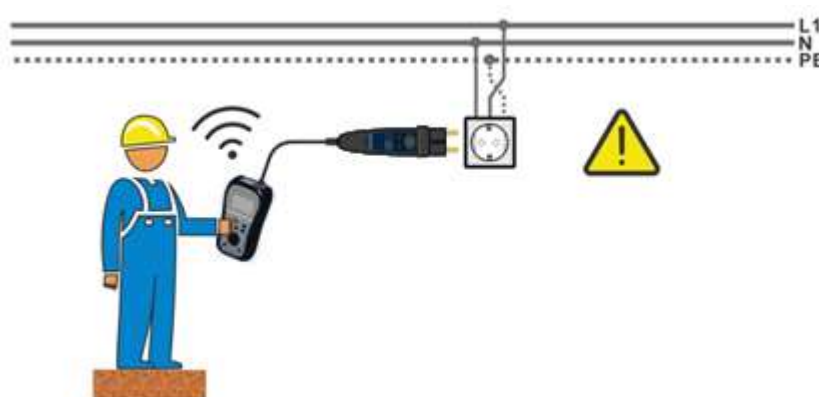
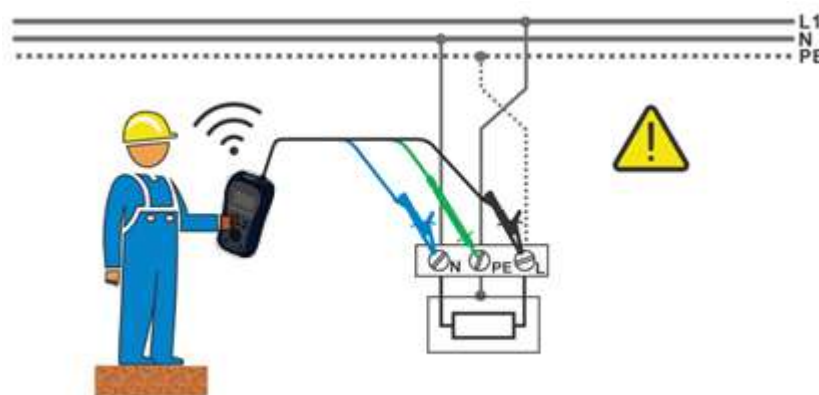

figura 0.10 Il conduttore Pe è invertito con L (applicazione con il Lead Test)
figura 0.11: Il conduttore Pe è invertito con L (applicazione con 3 fili)
- ❑ **Collegare** puntali al punto da testare (vedi *figura 0.10* e *figura 0.11*).